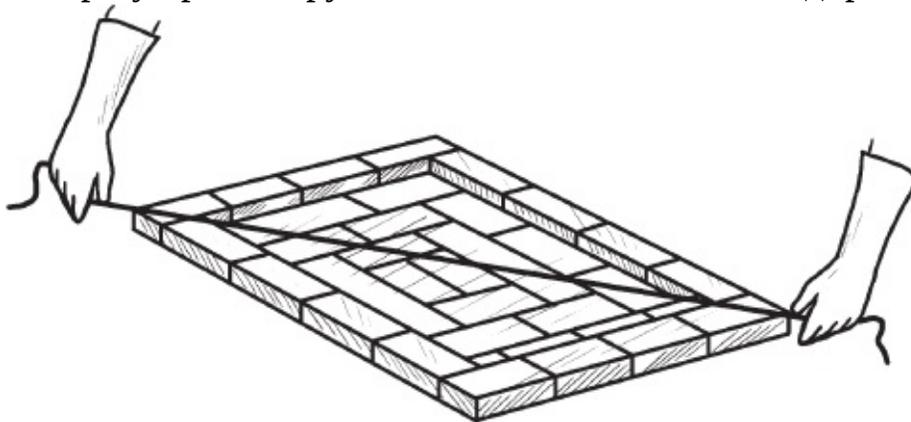

Рис. 5. Проверка прямоугольности первого ряда кладки
4. После того как выложен первый ряд кирпичей (сначала желательно разложить их насухо, чтобы была возможность подобрать кирпичи, проконтролировать соблюдение перевязки швов, учесть их толщину (поэтому первоначально кирпичи выкладываются на некотором расстоянии друг от друга, которое при необходимости корректируется, потом выполнить кладку на растворе), необходимо еще раз удостовериться в правильности его формы. Для этого с помощью шнура проверяются диагонали (рис. 5): если они равны, значит, фундамент и соответственно ряд имеют прямоугольную форму.